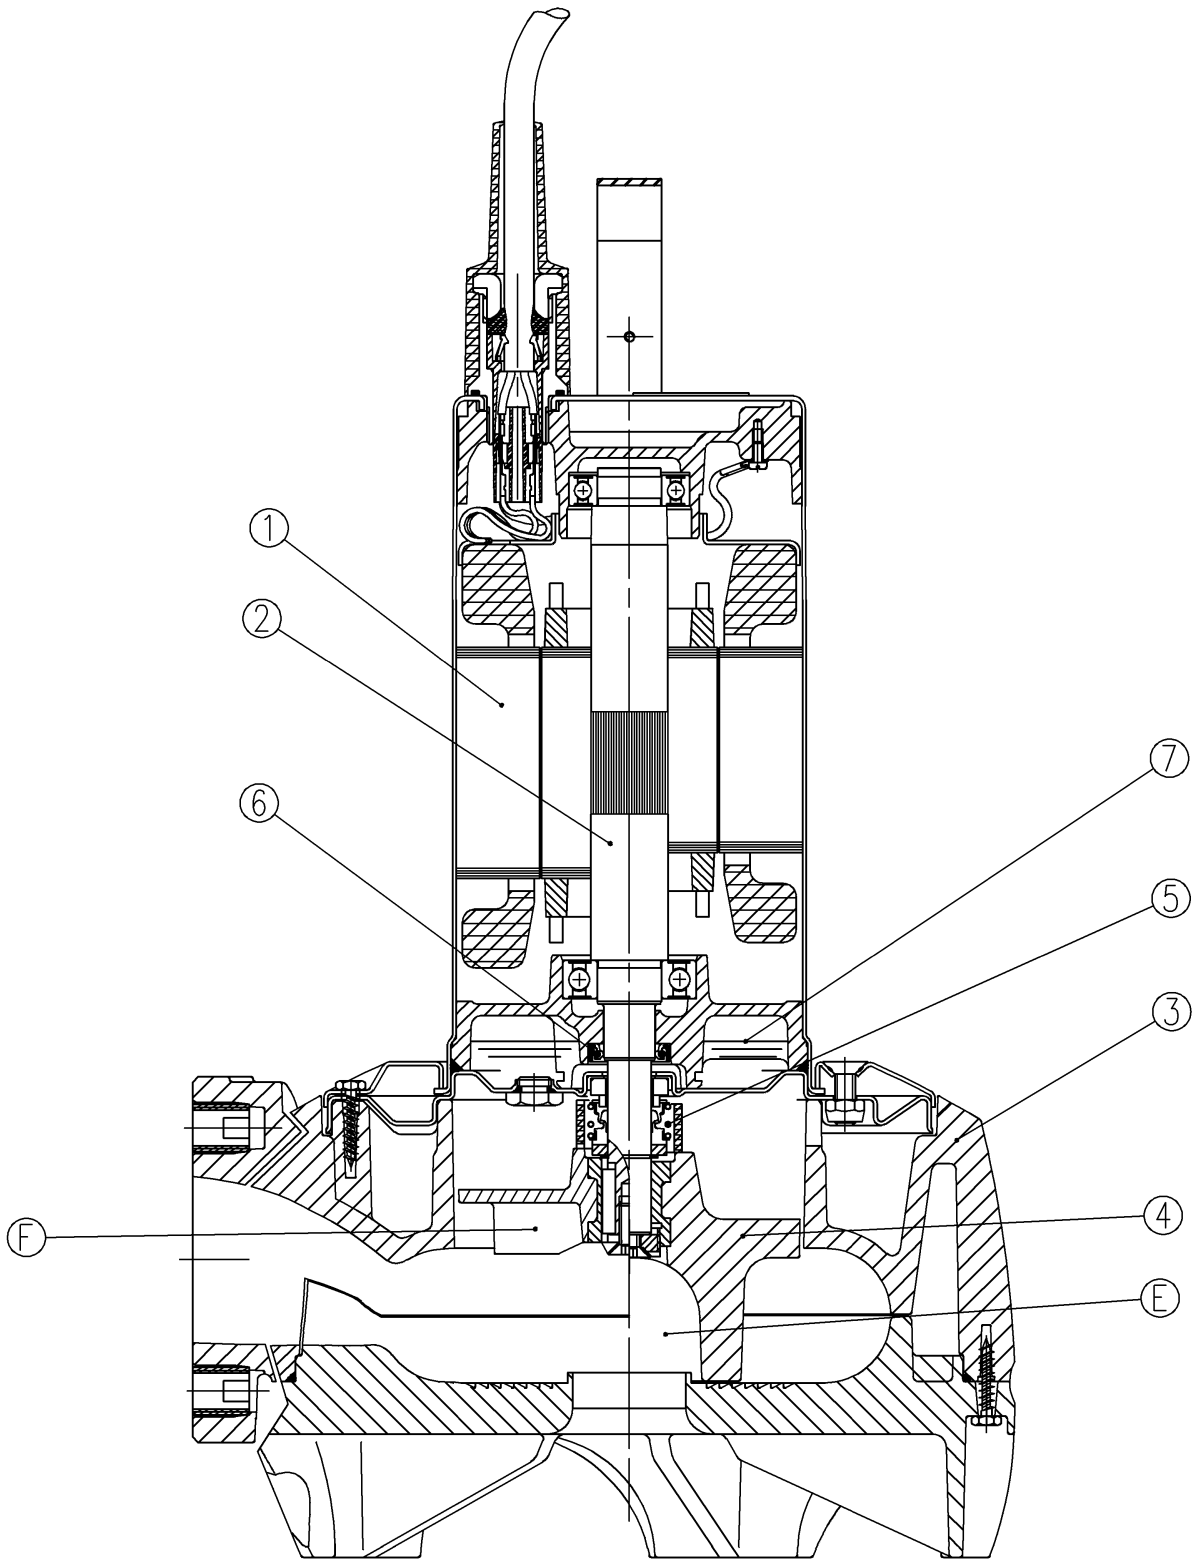
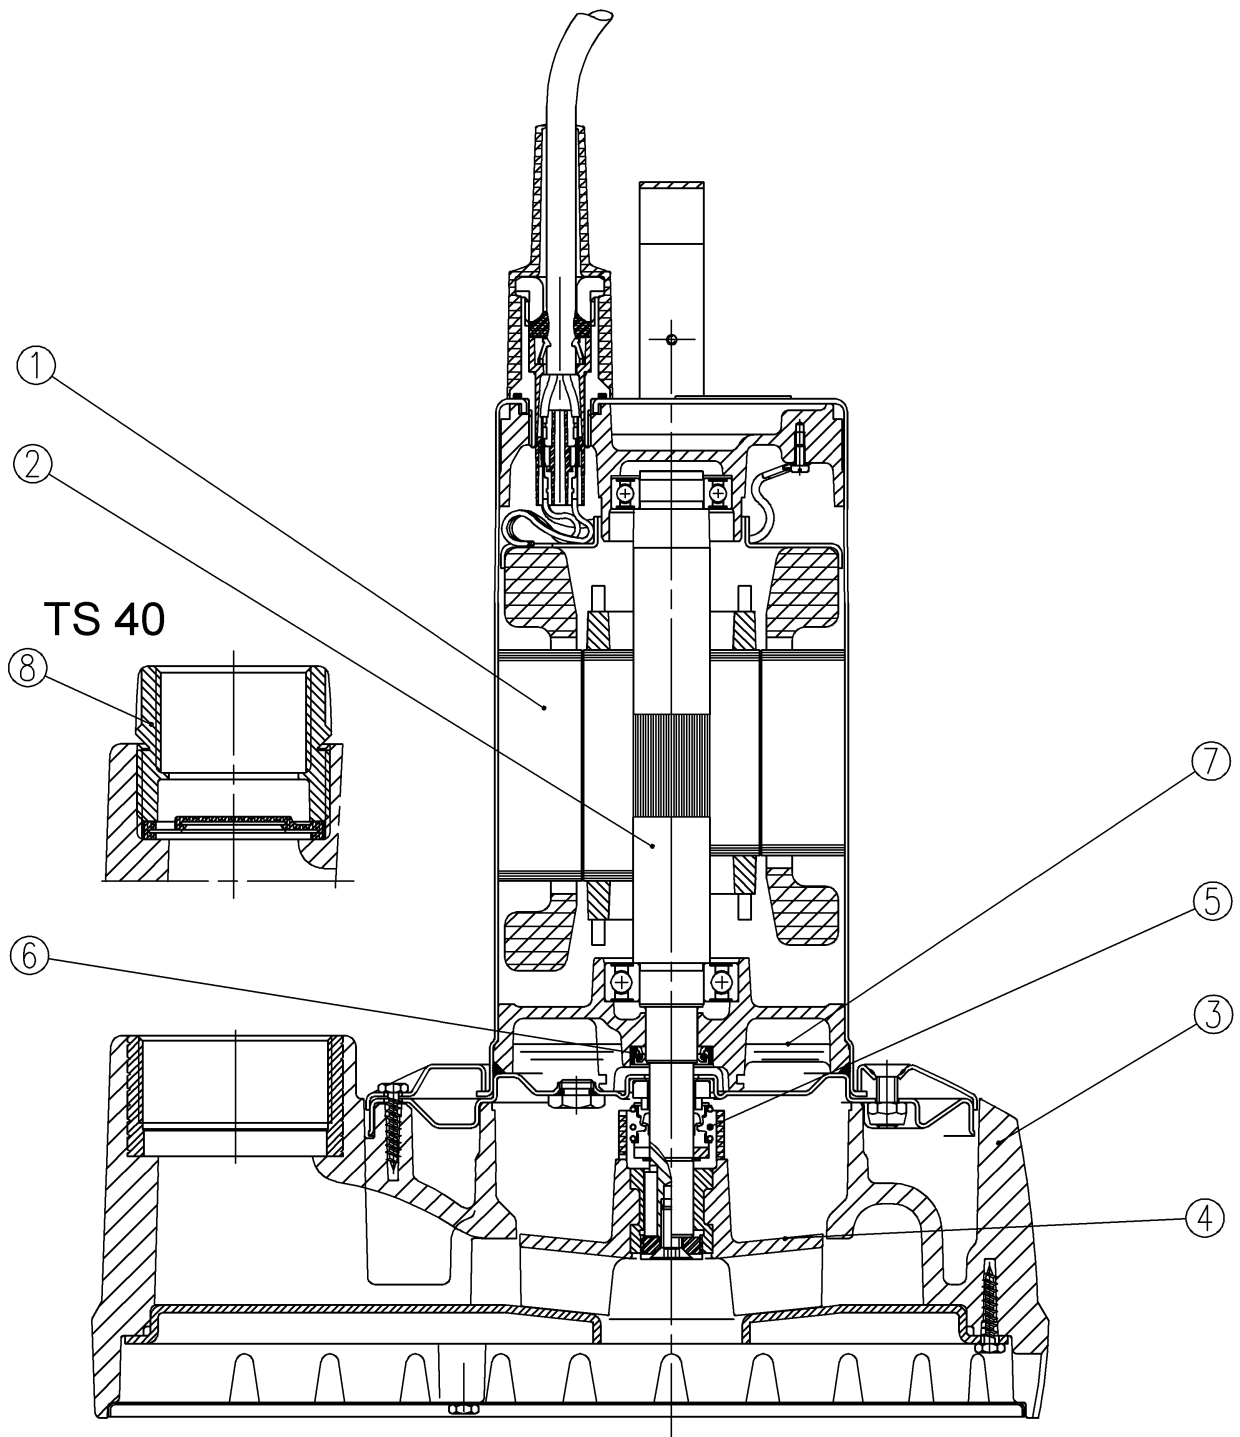

Fig. 1
Fig. 2
### 4.1 Описание насоса (TP: Рисунок 1, TS: Рисунок 2)
Погружной насос приводится в действие мотором, заключенным в герметичный кожух (поз. 1). Насос и мотор имеют общий вал (поз. 2). Корпус насоса (поз. 3) и рабочее колесо (рис. 4) изготовлены из синтетического материала. Подаваемая среда проникает снизу через всасывающее отверстие и выходит сбоку в насосах TP, и через вертикальный напорный штуцер в насосах TS. Насос TS 40 имеет встроенный обратный клапан (Рисунок 2, поз. 8).
Одноканальное рабочее колесо (E), (Рисунок 1, поз. E) со свободным сферическим проходом 44 мм, имеет форму изогнутой спирали. Она применяется для сточных вод с волокнистыми твердыми веществами.
Рабочее колесо со свободным потоком (F) (Рисунок 1, поз. F) имеет короткие, радиально расположенные лопасти, которые погружаются в поток жидкости примерно на 1/3 высоты гироскопической камеры, чем достигается более качественная подача. Свободный сферический проход составляет 44 мм. Это рабочее колесо предназначено для жидкостей, насыщенных газом или сточных вод с крупными твердыми веществами, напр. для отвода вод из строительных котлованов, в которых могут присутствовать песок, камни, куски дерева. При использовании данной гидравлики нельзя подавать длинноволокнистые вещества, тряпки и т.д.
**Насосы TS** поставляются с полуоткрытым рабочим колесом (H) (Рисунок 2, поз. 4).